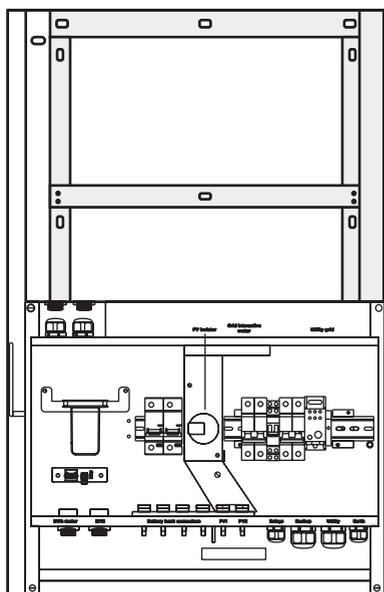

Figura 6: Montaje del BoS
Después de sujetar la placa de montaje a la pared, coloque el balance de sistema en su lugar en los dos ganchos de montaje. Antes de soltar el BoS, asegúrese de que los dos ganchos estén bien afianzados, como se muestra en la Figura 6.
- Después de colocar el BoS en la placa de montaje, eleve el inversor y sitúelo sobre el BoS de forma que los conectores macho y hembra encajen con firmeza, tal y como se muestra en la Figura 6.